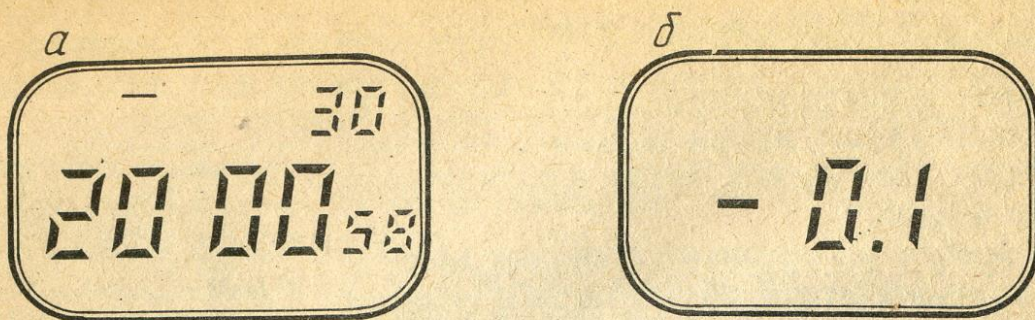

Рис. 30. Режимы работы часов:
**Режимы работы.** Основной режим — режим текущего времени и календаря. На индикаторе высвечиваются часы, минуты, секунды, день недели и число — состояние В (время). Двоеточие между часами и минутами неподвижно (рис. 30, а).
Режим цифровой настройки хода. На месте минут высвечиваются показания поправки суточного хода, символ режима и десятичная запятая между третьим и четвертым разрядом индикатора (рис. 30, б). Возможна установка поправки от 00 до 6,3 секунды как в положительную, так и в отрицательную сторону. При отрицательных значениях поправки индицируется знак “—”.